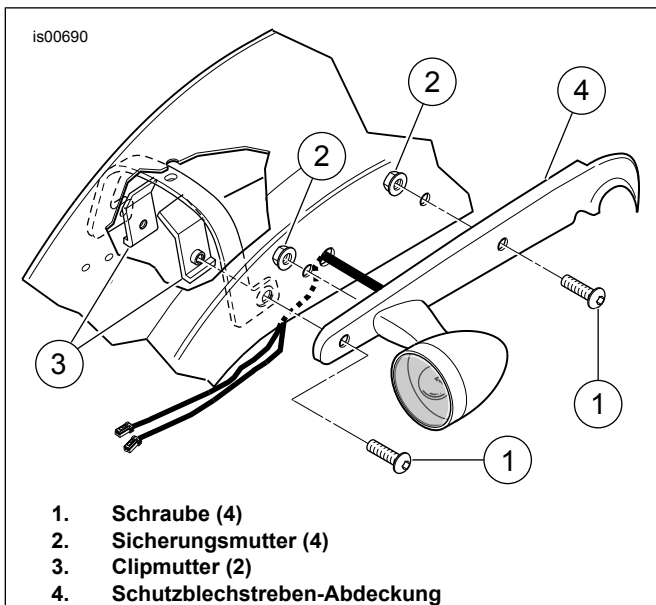

Abbildung 1. Ausbau der Hinterradschutzblechstütze
4. Siehe Abbildung 1. Die vorderen und hinteren Halbrundkopfschrauben (1), zwei Sicherungsmuttern (2) und Clipmuttern (3) unter dem Schutzblech von der linken und rechten Hinterradschutzblechstreben-Abdeckungen (4) entfernen und entsorgen.